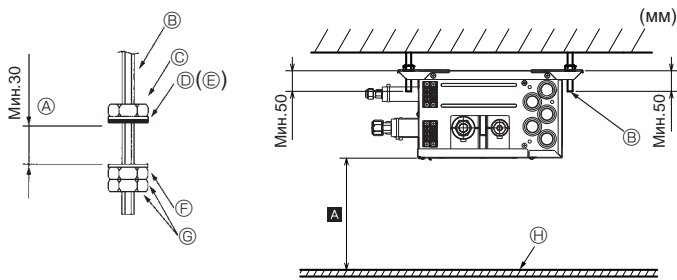

Fig. 6-1
- (2) Наденьте прокладки и гайки (1, 2, приобретаются на месте) на подвесные болты. (Fig. 6-1)
- (3) Повесьте прибор на подвесные болты.
- (4) Полностью затяните гайки (проверьте высоту потолка).
- (5) Воспользуйтесь уровнем для вертикальной регулировки ответвительной коробки.
- Ⓓ Прокладка (с подушкой) ①